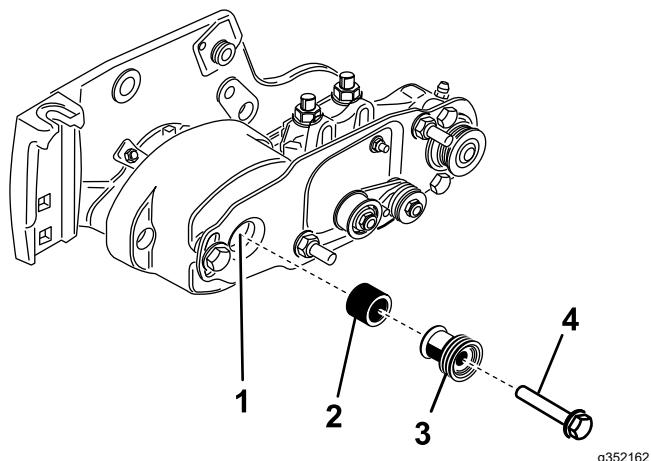

Figura 15
19. Inserite il distanziale sull'albero dell'alloggiamento del cuscinetto (Figura 15).
20. Inserite la puleggia motrice nel distanziale e sull'albero di trasmissione (Figura 15). Verificate che le linguette della puleggia siano inserite nella scanalatura dell'albero di trasmissione.
($\frac{3}{8}$ " x 2") (Figura 15). Serrate il bullone ad un valore compreso tra 47 e 54 N·m.